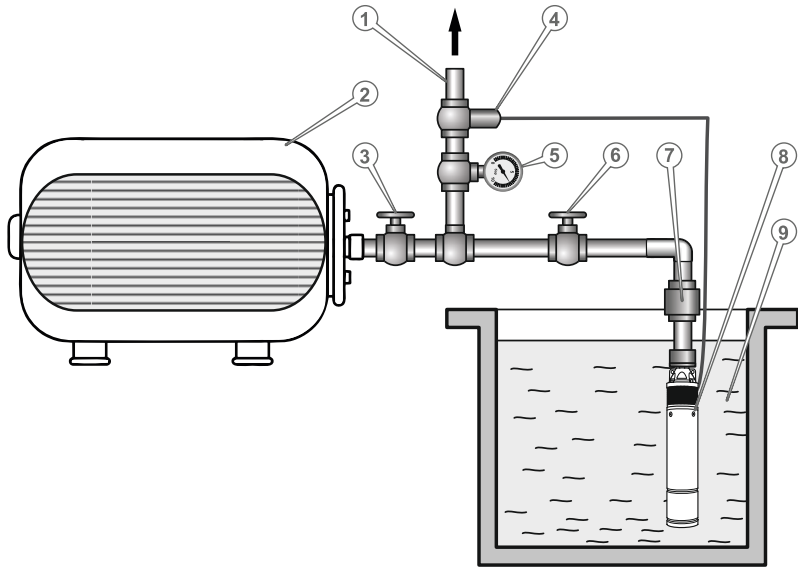

Рисунок 2. Схема монтажу гідроакумулятора в систему водопостачання з глибинним насосом.
Для монтажу виробу має бути розроблений проєкт з урахуванням особливостей конкретного місця використання згідно з рис. 2 та 3.
- під'єднати трубопровід з вхідним запірним краном (3, рис. 2) до фланцевого штуцера виробу (4, рис. 1);
- по чергово під'єднати: напірну трубу від насоса зі зворотним клапаном системи водопостачання (7, рис. 2), вхідний запірний кран системи водопостачання (6, рис. 2), манометр (5, рис. 2), реле (контролер) тиску (4, рис. 2) до патрубку побутового водопроводу.